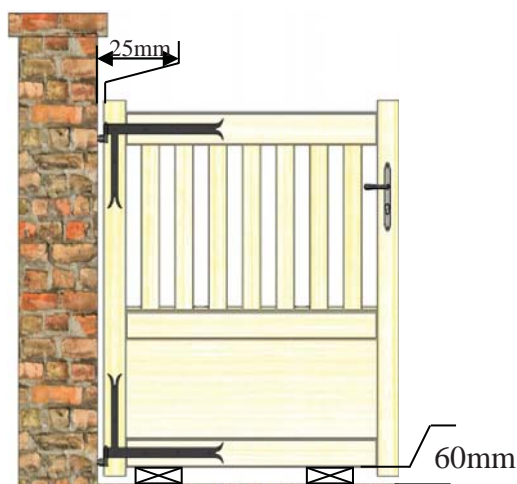

Figure10
- A1-Positionner le vantail sur des cales de 60mm (cales non fournies), en appui sur la traverse basse suivant **figure 10**